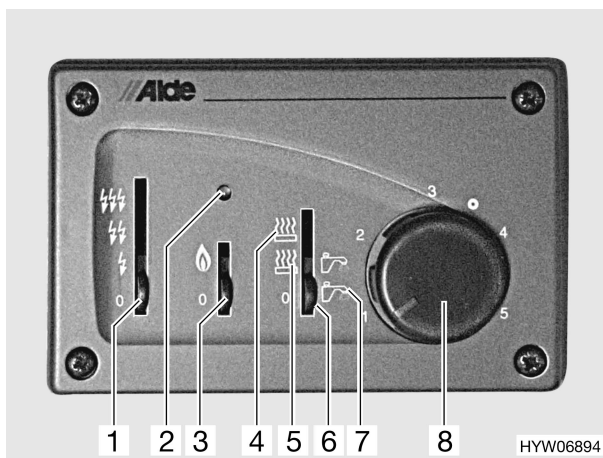

Bild 109 Bedieneinheit für Boiler
- Warmwasser (Bild 109,7)
- Heizung und Warmwasser (Bild 109,5)
- Heizung (Bild 109,4)
- Betriebsart mit dem Schiebeschalter (Bild 109,6) einstellen.
- Gasbetrieb (Bild 109,3)
- 230-V-Elektrobetrieb (Bild 109,1)
- Schiebeschalter (Bild 109,3) auf Gasbetrieb stellen.
- Schiebeschalter (Bild 109,6) auf "Warmwasser" (Bild 109,7) oder auf "Heizung und Warmwasser" (Bild 109,5) stellen.
Bei einer Störung leuchtet die rote Kontroll-Leuchte (Bild 109,2).
- Schiebeschalter (Bild 109,3 und 6) auf "0" stellen.
- Schiebeschalter (Bild 109,1) auf Elektrobetrieb stellen.
- Schiebeschalter (Bild 109,1 und 6) auf "0" stellen.
- Schiebeschalter (Bild 109,1, 3 und 6) auf "0" stellen.